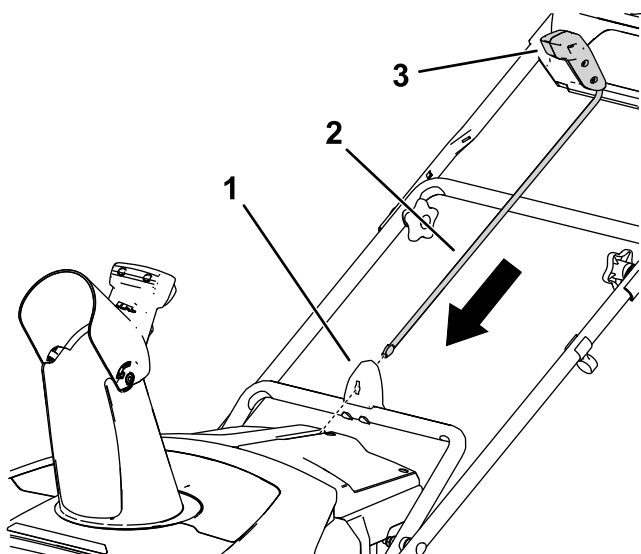

Figura 7
1. Asigurați-vă că jgheabul este orientat spre față (Figura 7).
2. Cu mânerul orientat spre față, instalați tija de control a jgheabului în ghidaj și împingeți-o în jos până când se fixează în poziție (Figura 7).